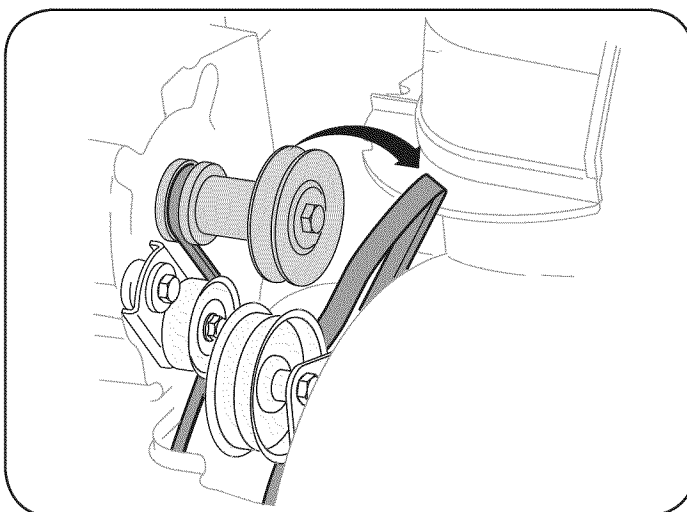

Figura 29
3. Saque la correa de la barrena de la polea del motor. Vea la figura 29.